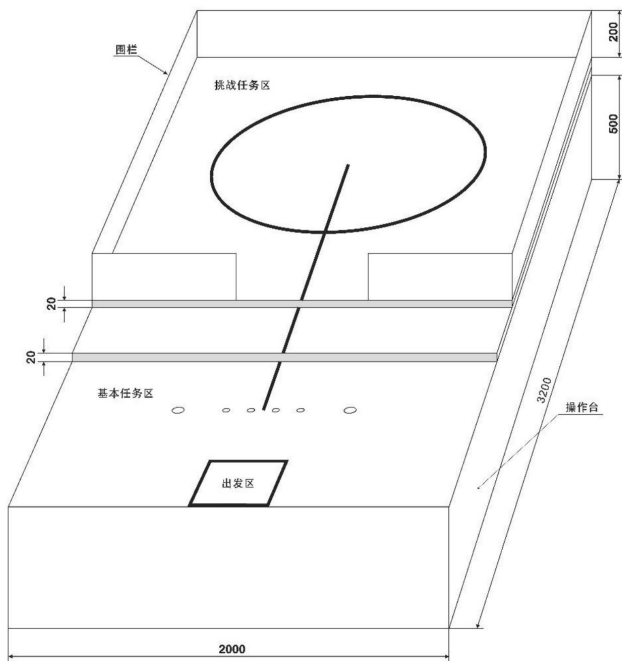

图2 场地侧视示意图
1.2 场地被布置在一个高约 500mm 的操作台上，挑战任务区围栏的高度约为 200mm，如图 2 所示。亦可将地图直接置于平整的地面作为展示场地。
待分拣物品为若干个圆球，直径约40mm，重量在4g至10g之间，颜色为红色（参考色值C0 M100 Y100 K0）和绿色（参考色值C100 M0 Y100 K0），材质为EVA。待分拣物品被摆放在任务区（如图2所示），具体位置以现场公布为准。
3.2 基本任务区内放置物品收纳桶，其位置如图 2 所示，外观颜色为蓝色（参考色值 C100 M60 Y0 K0）。